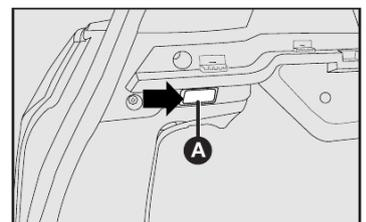

fig. 42
- 1) Remover a lente transparente **A-fig. 42** forçando levemente com uma chave de fenda no local indicado pela seta;